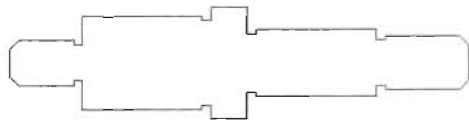

图 10-137
(6) 在命令提示行输入 Mi 并回车, 执行 Mirror (镜像) 命令把前面绘制的图形镜像复制一份, 如图 10-137 所示, 命令执行过程如下。